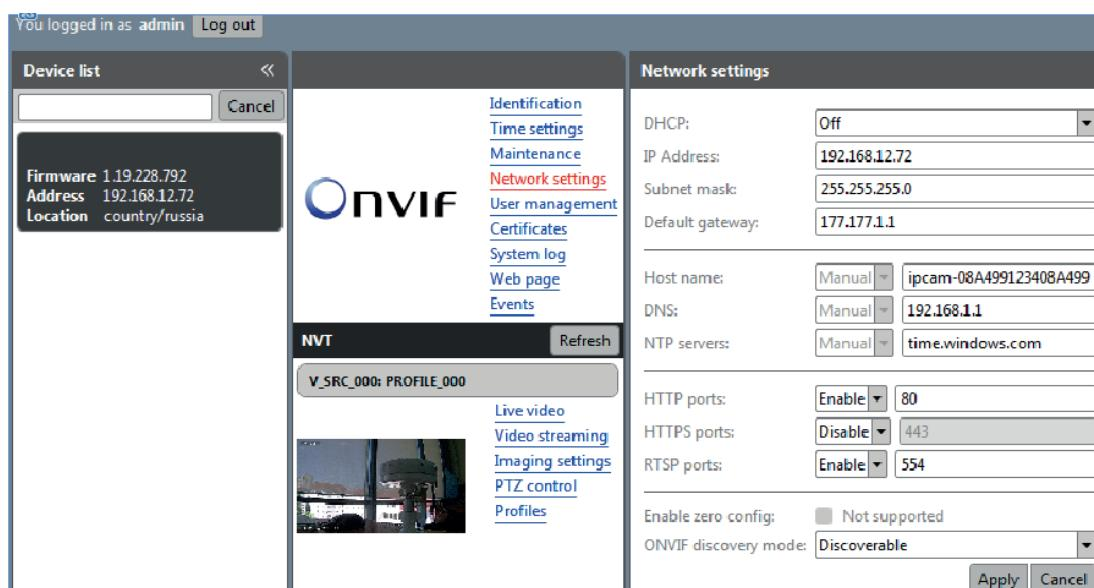

Рисунок 8
- 2) Для включения DHCP в поле DHCP выберите значение On, чтобы IP-адрес назначался автоматически. Для ручной настройки сетевых настроек выберите значение Off. Чтобы применить изменения нажмите кнопку Apply , рисунок 8.